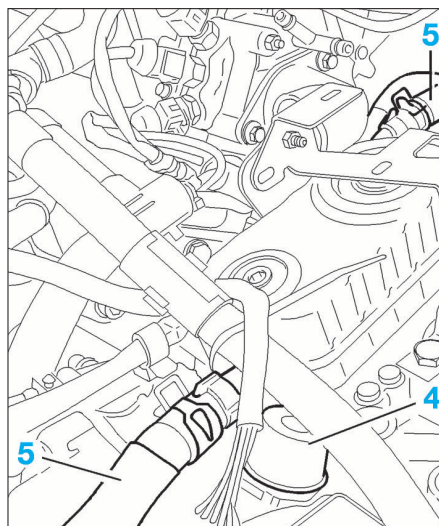

FIG. 4
- Déclipper le câble de commande de sélection (2) à l'aide de l'outil [6].
- Dégager le câble (2) du support (3).
- Écarter le câble (2).
- le connecteur (4).
- Protéger le connecteur (4) sur la BVA.
- Mettre les pince-durits [5] en place sur les durits (5) (Fig.4).